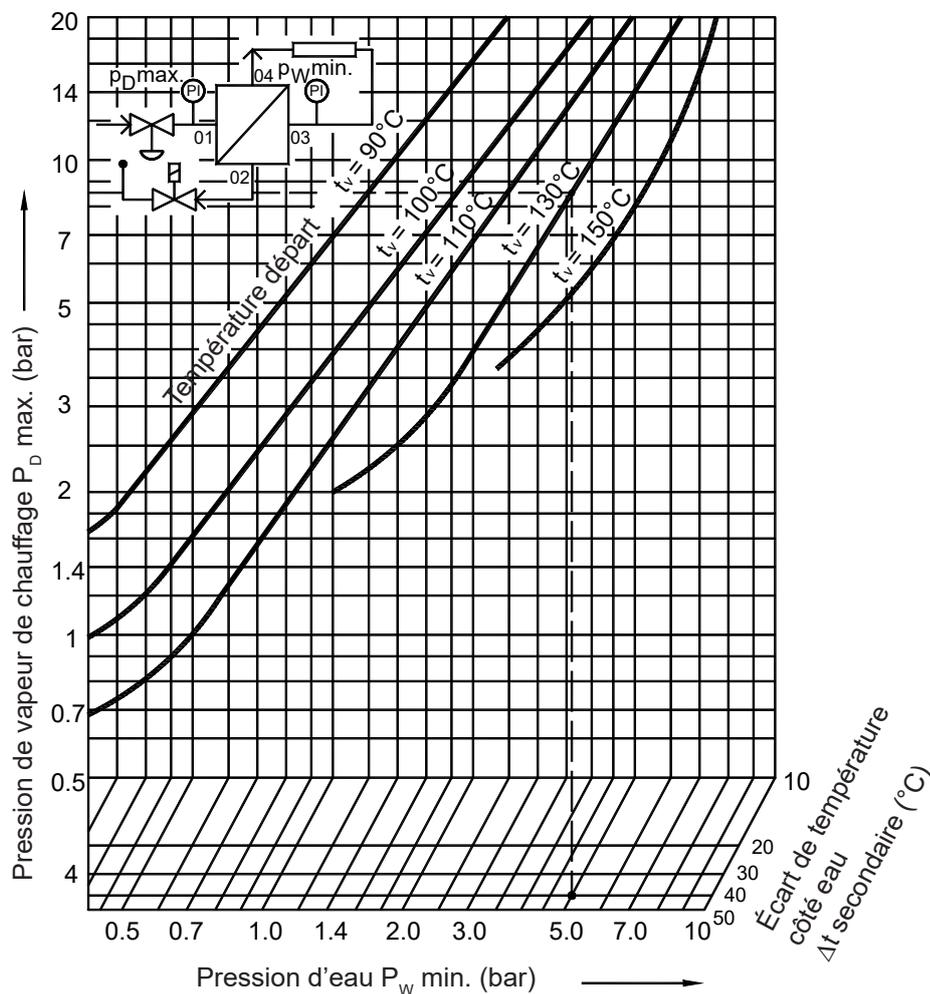

Fig. 3: Diagramme de pression / température pour échangeurs de chaleur chauffés à la vapeur
8. Ouvrir lentement les raccords côté entrée vapeur (01). Le côté primaire de l'appareil est maintenant sous la pleine pression du fluide de chauffage car la vanne de régulation de condensat est encore fermée. Vous pouvez maintenant vérifier si toutes les connexions sont bien étanches.
10. Pour tous les générateurs d'eau chaude, veiller à ce que la pression d'eau minimale du côté secondaire soit suffisante pour éviter la formation de vapeur à la température maximale de vapeur indiquée. Voir Fig. 3 (ci-dessous).